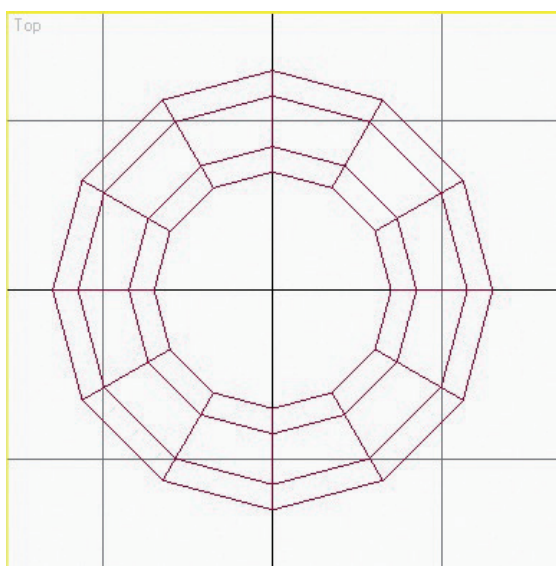
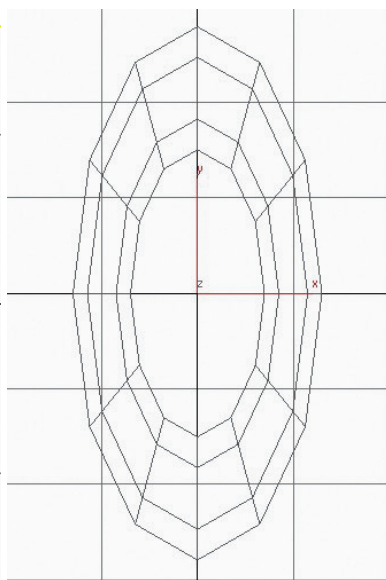

Рис. 2. Первоначальный вид звена
Рис. 3. Измененное звено
1. Для того чтобы построить цепь, сначала создайте отдельное звено. В окне TOP создайте объект Torus со следующими параметрами: $R1 = 10$; $R2 = 3$; Segments = 8; Sides = 4 (рис. 2). Затем необходимо вытянуть звено с помощью инструмента Select and Uniform Scale (выбрать и равномерно масштабировать) — сжать по оси Y и вытянуть по оси X (рис. 3).